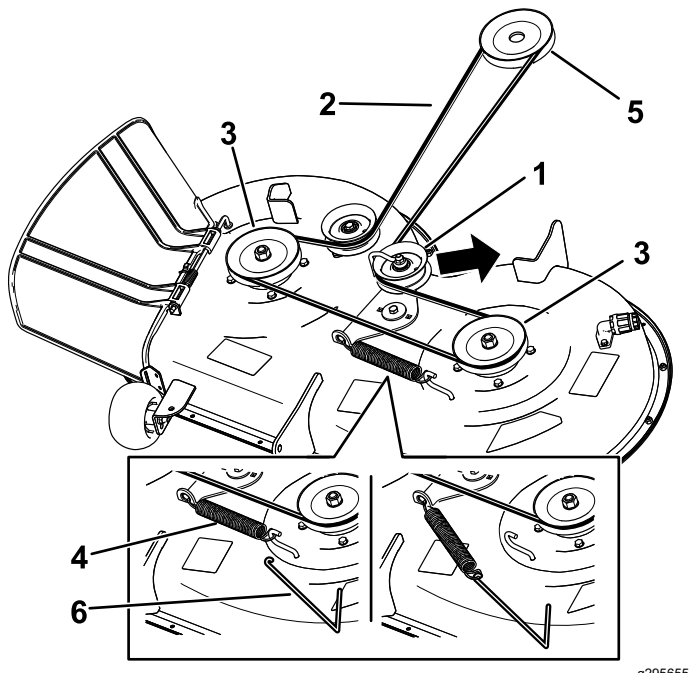

Figura 56
2. Vite (3)
6. Servendovi di un attrezzo per la rimozione delle molle (n. cat. Toro 92-5771), sganciate la molla di rinvio dal gancio del piatto di taglio per eliminare la tensione dalla puleggia tendicinghia e togliete la cinghia dalle pulegge (Figura 56).
7. Montate la nuova cinghia attorno alla puleggia del motore e a quelle del tosaerba (Figura 56).
8. Servendovi di un attrezzo per la rimozione delle molle (n. cat. Toro 92-5771), montate la molla di rinvio sul gancio del piatto di taglio e mettete in tensione la puleggia tendicinghia la cinghia dalle pulegge (Figura 56).